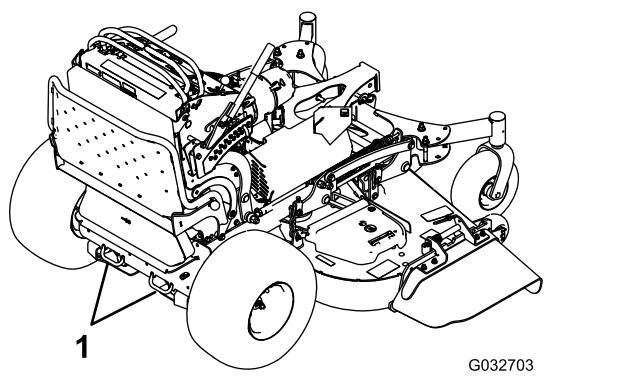

**Figure 31**
- Si l'accessoire n'est pas installé, chargez la machine en plaçant l'arrière en haut de la rampe (Figure 31).